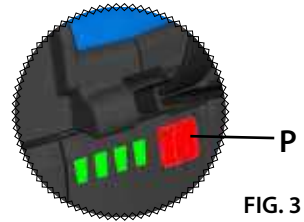

FIG. 3
2.7) Autonomia della batteria (Rif. a Fig. 3)